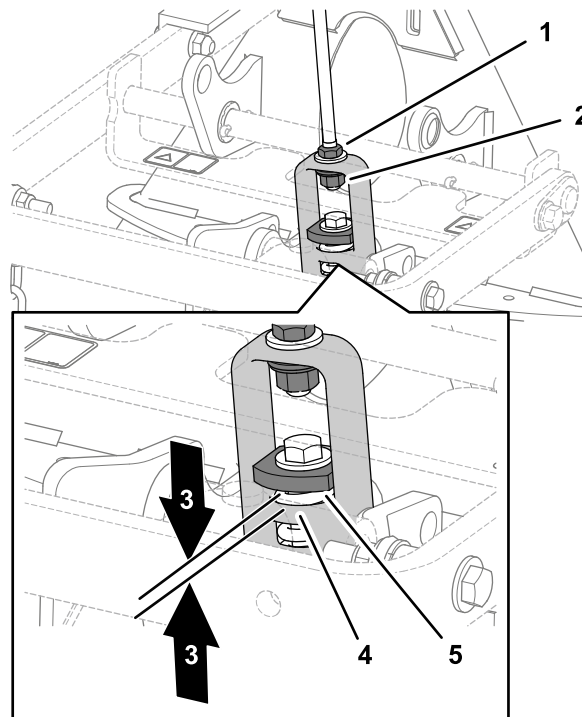

Figura 8
Nota: A ligação está corretamente ajustada se medir uma folga de 1,5 a 2 mm entre a anilha pesada e o ombro da culatra de elevação (Figura 8).
3. Se a folga não for a correta, desaperte a porca e aperte ou desaperte a porca de ajuste no conjunto da articulação conforme necessário para ajustar a folga (Figura 8).
2. Meça a folga entre a anilha superior e o ombro da culatra de elevação no adaptador do acessório como se mostra na Figura 8.